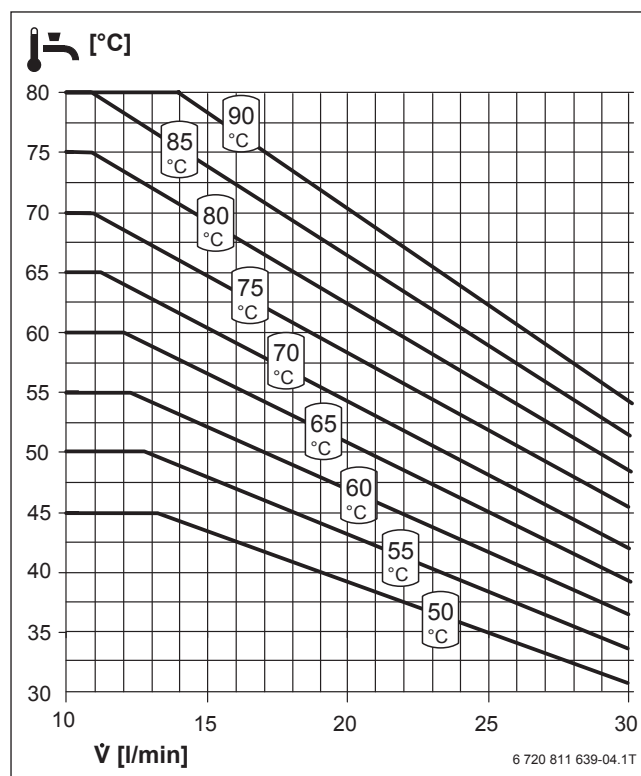

Bild 28 Temperaturverhalten FS/2
**Legende zu Bild 28 bis 34:**